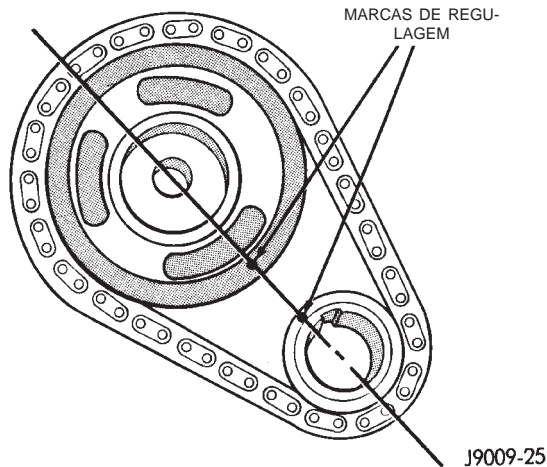
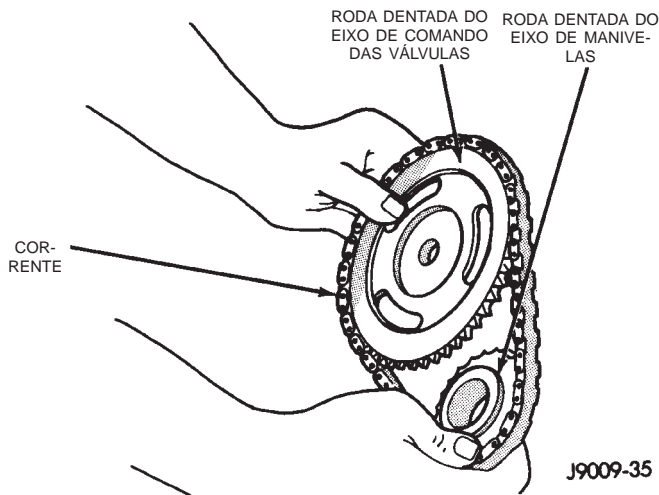

Fig. 51 Alinhamento da Corrente de Regulagem
Fig. 52 Corrente e Roda Dentada do Eixo de Comando das Válvulas e do Eixo de Manivelas
- (7) Remova a correia de acionamento em serpentina.
- (8) Remova o abafador de vibração do eixo de manivelas.
- (9) Remova a tampa da caixa de regulagem. Limpe o material da gaxeta da tampa.
- (10) Gire o eixo de manivelas até que a marca de regulagem das rodas dentadas esteja mais próxima e na linha central com a marca de regulagem da roda dentada do eixo de comando das válvulas. (Fig. 51).
- (11) Remova o parafuso de fixação da roda dentada do eixo de comando das válvulas.
- (12) Remova o impulsor de óleo do eixo de manivelas.
- (13) Remova as rodas dentadas e a corrente como um conjunto (Fig. 52).
(1) Limpe o orifício do pino do eixo de comando das válvulas.
(2) Pressione o centro do pino da mola de substituição com apertos de morsa.
(3) Coloque o pino cuidadosamente no orifício do pino do eixo de comando até que esteja assentado.
(4) Instale a corrente de distribuição, a roda dentada do eixo de manivelas e do eixo de comando das válvulas com as marcas de regulagem alinhadas (Fig. 51).